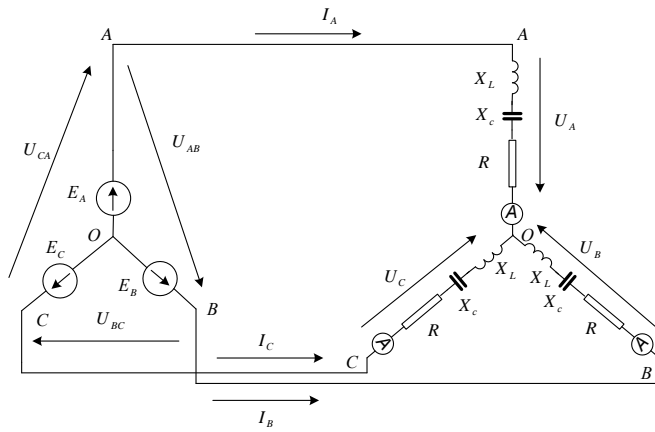

Рис. 1.1
- 1.1. По базе данных (табл.1.1) для своего варианта определить параметры электрической цепи (рис. 1.1), питающей от трехфазной сети синусоидального тока.